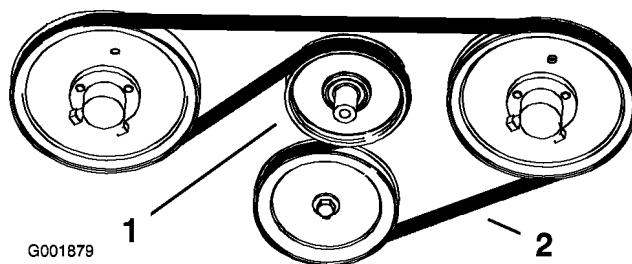

Bild 60
- Ziehen Sie die federgespannte Spannscheibe nach unten und entfernen den Fahrtriebsriemen vom Motor und die Riemenscheiben der hydraulischen Pumpe (Bild 60). Ziehen Sie den Riemen von den Riemenscheiben ab.
- Legen Sie einen neuen Riemen um die Motor- und Hydraulikpumpenscheiben (Bild 60).
- Ziehen Sie den federgespannten Spannarm nach unten und richten Sie diesen unter dem Fahrtriebsriemen aus. Lösen Sie den Druck auf den federgespannten Spannarm (Bild 60).